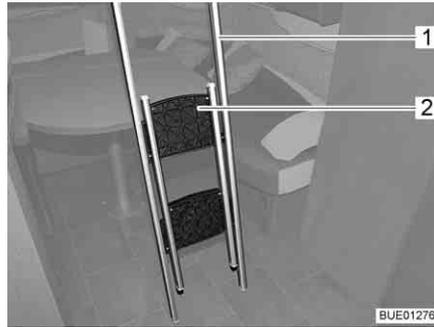
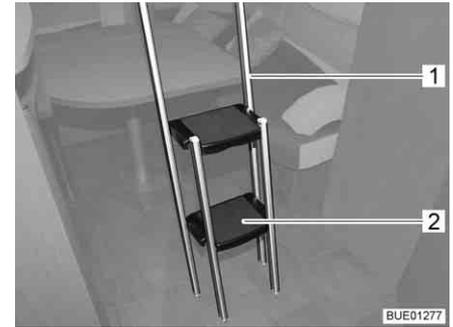

Fig. 100 Échelle de montée repliée
Fig. 101 Échelle de montée dépliée
- Saisir la partie repliée (Fig. 100,2) de l'échelle de montée (Fig. 100,1) par le bord supérieure et la déplier jusqu'à ce que les quatre pieds reposent bien sur le sol (Fig. 101).
- Replier les marchepieds (Fig. 101,2).
- Décrocher l'échelle de montée (Fig. 101,1) de sur la barre-poignée (Fig. 99,3) du lit escamotable.